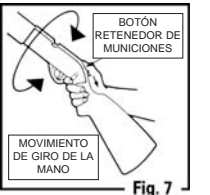

Fig. 7
- Tire hacia atrás del botón retenedor de municiones (Fig. 7).